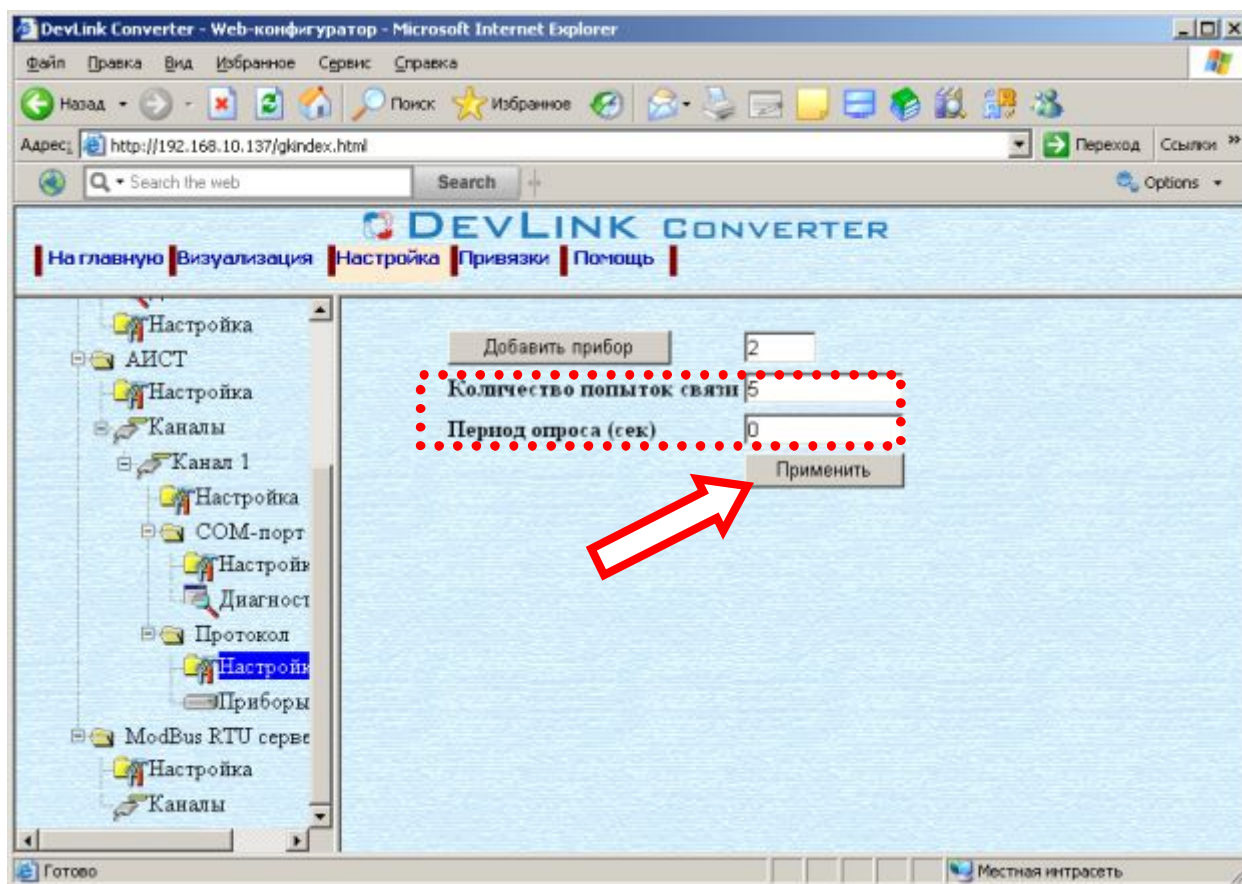

Рисунок 3.9 – Настройка протокола
- Выберите в *дереве объектов папку «Настройка» протокола* нужного канала драйвера (рисунок 3.9).
- Задайте необходимые параметры и нажмите кнопку «Применить» (рисунок 3.9).